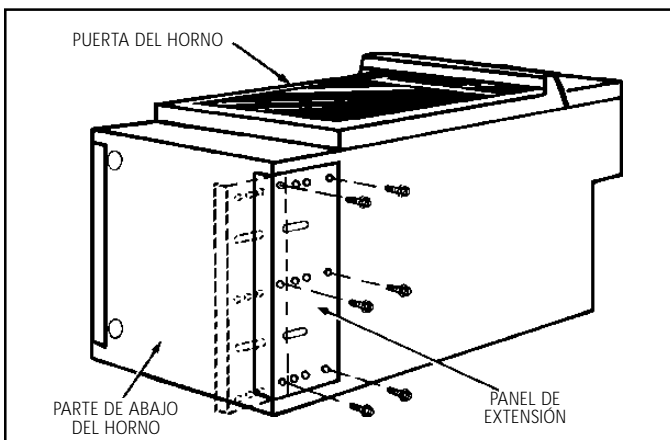

Figura 5
- Ponga el horno apoyado en la parte trasera. (vea la figura 5)